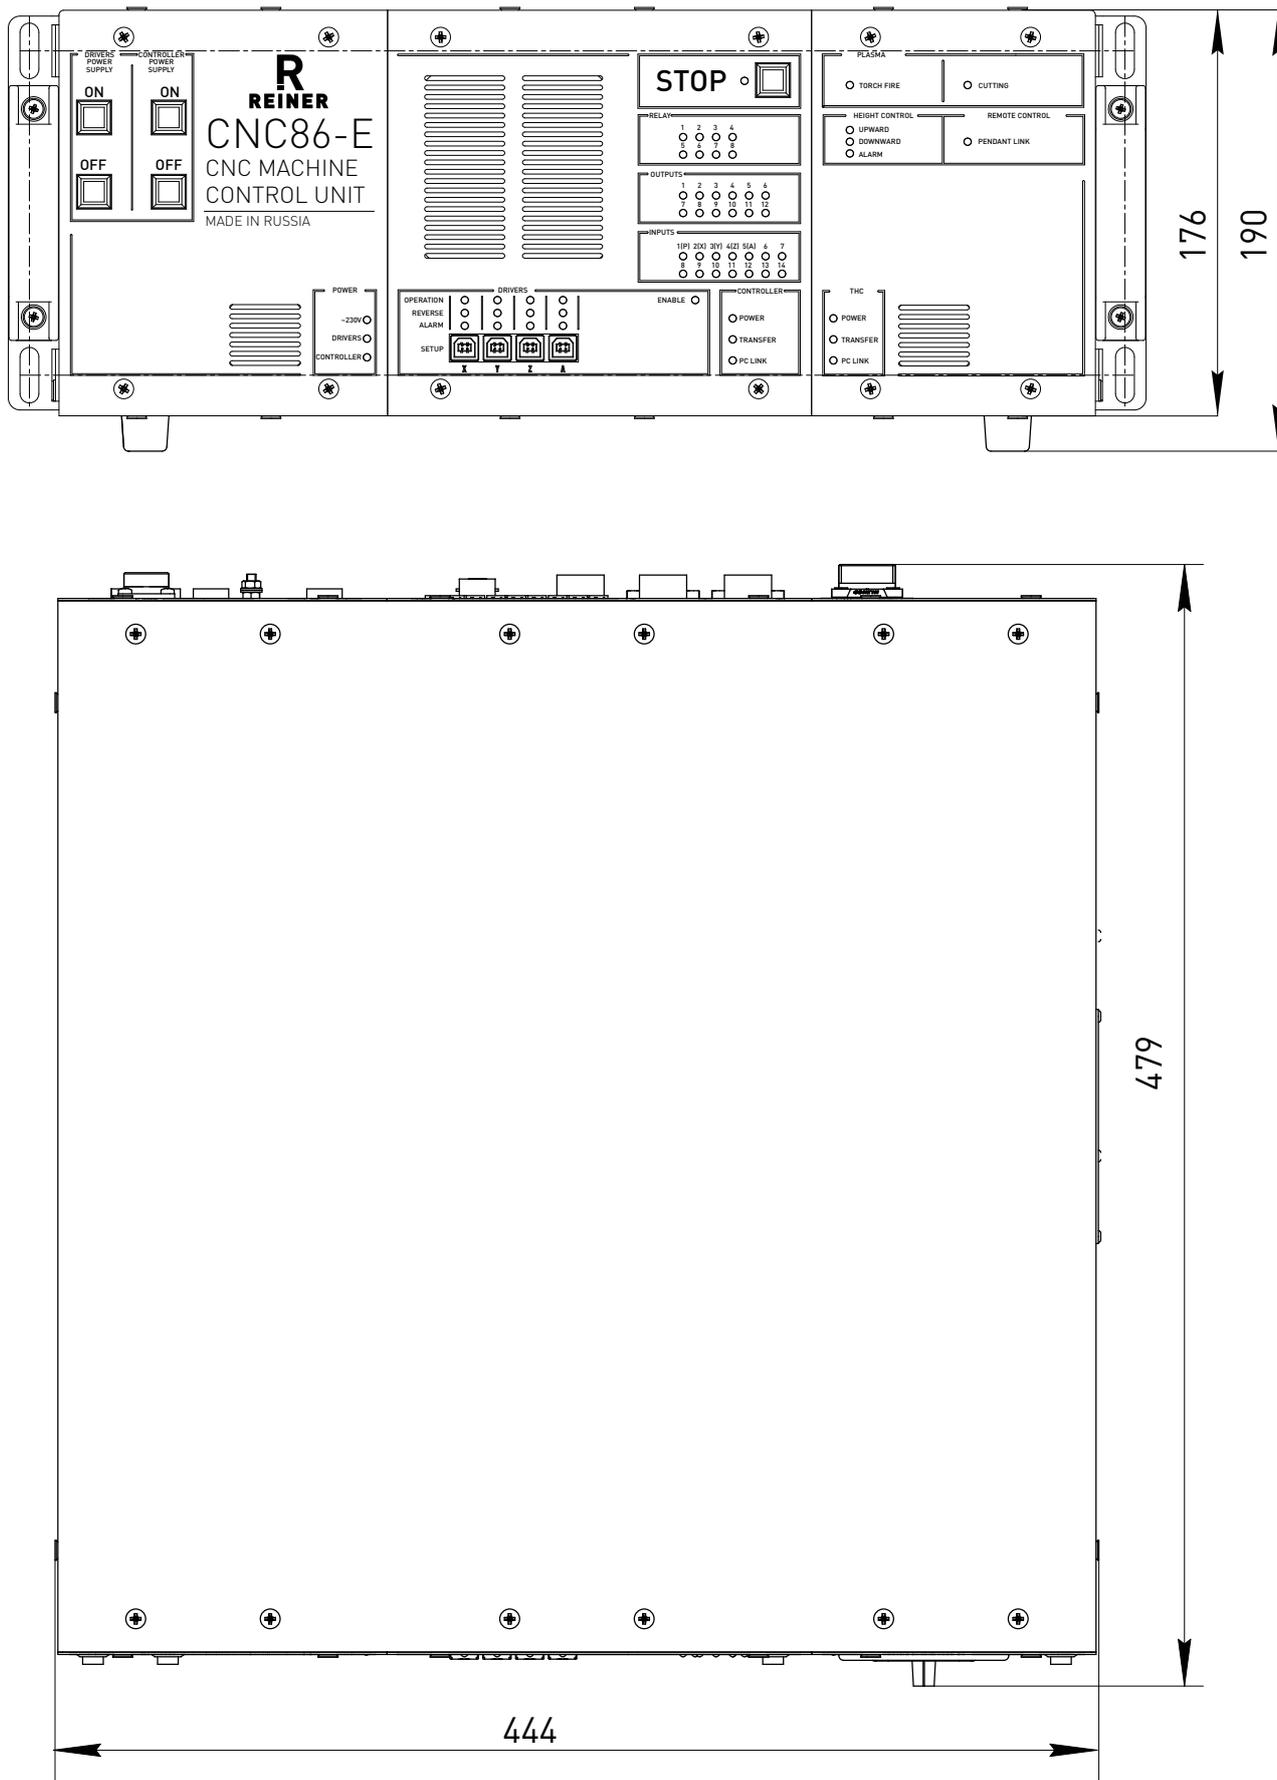

Рис. 25. Габаритные размеры блока (с приборными ножками).
- установка на любую горизонтальную поверхность при помощи приборных ножек (рис. 25).